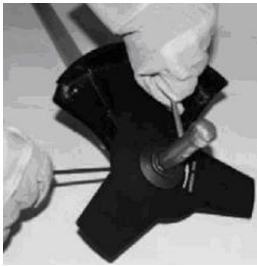

Рисунок 8
- удерживая стопорный стержень одной рукой, надежно затяните гайку трубчатым ключом (из набора инструментов), поворачивая ее против часовой стрелки (со стороны выходного вала редуктора) (рис. 8).